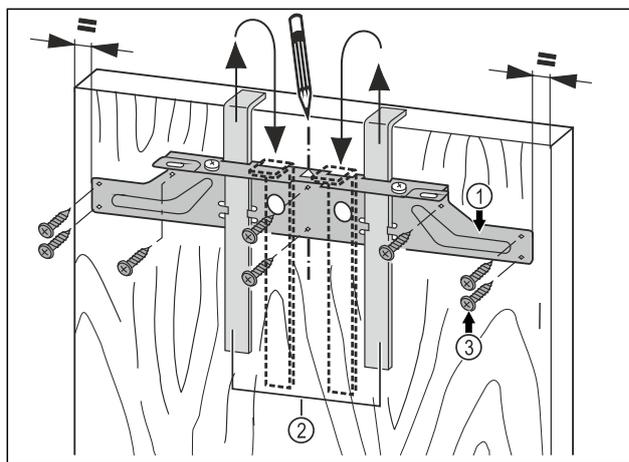

Fig. 45
- ▶ Agganciare la traversa di fissaggio Fig. 45 (1) con gli ausili di montaggio Fig. 45 (2) al lato interno della porta del mobile.
- ▶ Allineare la traversa di fissaggio Fig. 45 (1) centralmente sulla porta.
- ▶ Avvitare la traversa di fissaggio Fig. 45 (1) con almeno 6 viti Fig. 45 (3).
- ▶ Avvitare la traversa di fissaggio Fig. 45 (1) con 4 viti Fig. 45 (3) sul bordo.
- ▶ Estrarre verso l'alto gli ausili di montaggio Fig. 45 (2) e inserirli ruotati nelle aperture di supporto adiacenti.